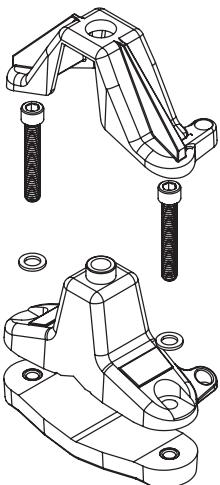
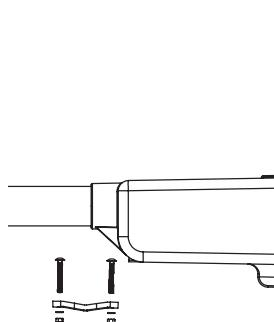

Figure 4
Figure 5
7. Pour le montage de la **section de la pointe du nez**, positionnez l'ensemble de montage sur la traverse avant en vous assurant que le boîtier de la bobine repose sur la traverse arrière avec suffisamment d'espace pour le montage à l'étape suivante. Une fois que la position correcte trouvée, retournez l'unité et serrez les boulons d'ancrage fixant **l'ensemble du montage de la pointe du nez**. Retournez l'unité et placez les **pieds de la bride de support** sous la traverse avant et fixez-la avec une **petite rondelle** et un **boulon de bride de support** de 2 po (5,1 cm) (pour le Thule Xsporter, utilisez des boulons d'ancrage de 2,5 po (6,4 cm)) comme indiqué à la **figure 4**
8. Pour le montage de la **fente en T**, assurez-vous qu'un boulon à fente en T se trouve de chaque côté de la barre transversale. À l'aide du **pied à fente en T non fileté**, placez-le sous la barre transversale et insérez les **deux boulons à fente en T** dans les trous correspondants dans le pied. En utilisant une **clé  $\frac{1}{2}$  po (13 mm)**, vissez les **écrous à fente en T** pour fixer l'unité à la traverse comme indiqué à la **figure 5**
- Pour le montage de la **section de la pointe du nez**, positionnez l'ensemble du **montage de la pointe du nez** sur la traverse avant en vous assurant que l'**ensemble du montage du boîtier de la bobine** repose sur la traverse arrière. Une fois la bonne position trouvée, retournez l'unité et serrez les **boulons d'ancrage** à l'aide de la **clé hexagonale** de  $\frac{1}{4}$  po (6 mm) qui maintient en place les assemblages de montage de la pointe du nez et du boîtier de la bobine. Retournez l'appareil et placez les **pieds de la bride de support** sous les traverses avant et arrière et fixez-les avec une petite rondelle et un **boulon de bride de support** de 2 po (5,1 cm), comme indiqué à la **figure 4** (pour le Thule Xporter, utilisez des boulons d'ancrage de 2,5 po (6,4 cm)).
- Pour le montage de la **section du boîtier de la bobine**, positionnez l'ensemble du montage sur la traverse avant en vous assurant que le boîtier de la bobine repose sur la traverse arrière avec suffisamment d'espace pour le montage à l'étape suivante. Une fois que la position correcte trouvée, retournez l'unité et serrez les boulons d'ancrage fixant **Montage du boîtier de la bobine**. Retournez l'unité et placez les **pieds de la bride de support** sous la barre transversale avant et fixez-la avec une **petite rondelle** et un **boulon de bride de support** de 2 po (5,1 cm), comme indiqué à la **figure 4** (pour le Thule Xporter, utilisez des boulons d'ancrage de 2,5 po (6,4 cm)). Pour le montage de la **fente en T**, assurez-vous qu'un boulon à fente en T se trouve de chaque côté de la barre transversale. À l'aide du **pied à fente en T non fileté**, placez-le sous la barre transversale et insérez les **deux boulons à fente en T** dans les trous correspondants dans le pied. En utilisant une **clé de  $\frac{1}{2}$  po** (13 mm), vissez les **écrous à fente en T** pour fixer l'unité à la traverse, comme indiqué à la **Figure 5**